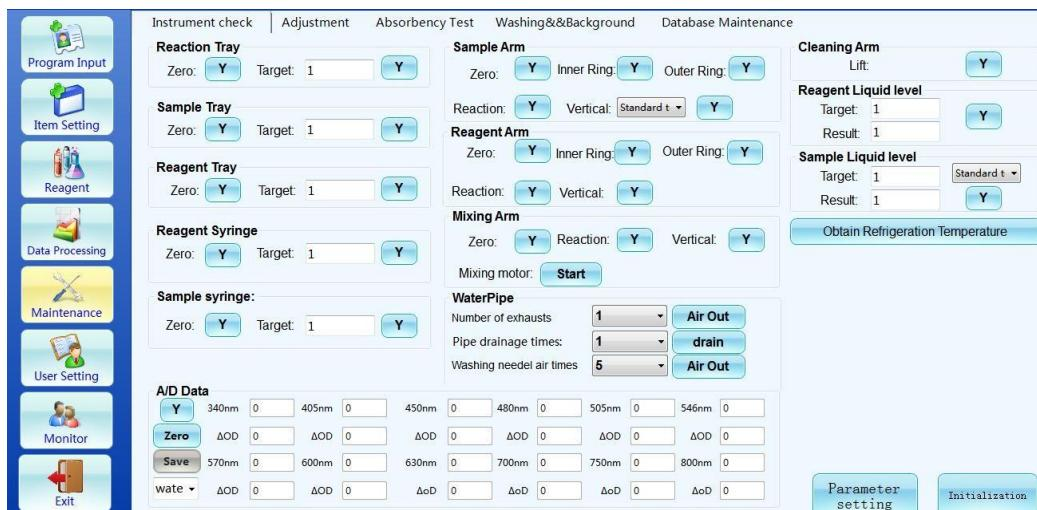

Figura 7-4 Verificação de instrumento
Passo 2: Clique em [Manutenção] na barra de menu do software, insira [Verificação de instrumento] na área de trabalho, como mostrado na figura 7-4, clique em “braço de reagente/braço de amostra/braço misturador→posição zero” e ajuste a posição de cada sonda, para que fique no centro da tina designada.